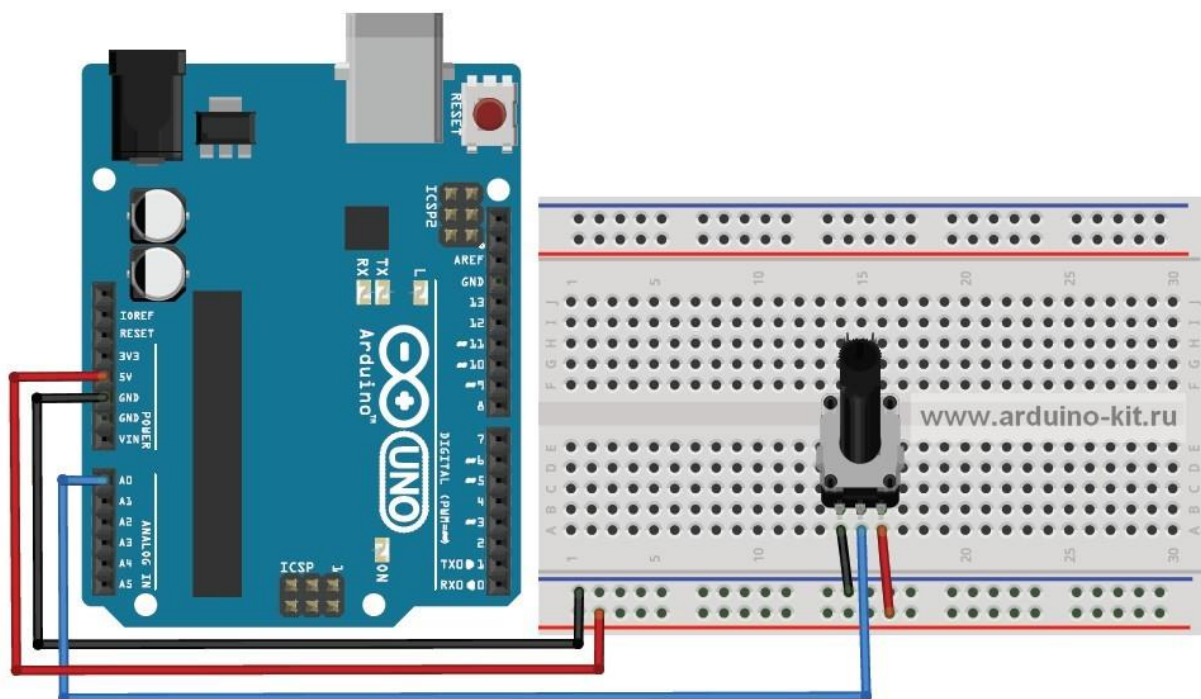

Рис. 4.1. Схема подключения потенциометра в качестве аналогового датчика
Рассмотрим, как использовать потенциометр в качестве аналогового датчика. Рисунок 4.1 показывает, как правильно подключить ваш
1. Подключаем потенциометр по схеме на рис. 4.1.